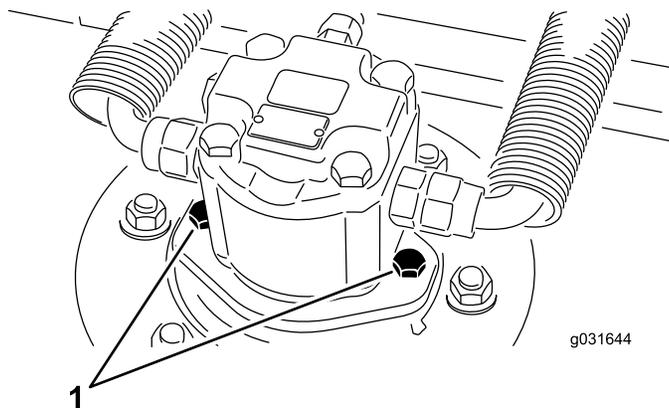

図 67
2. 油圧モータ取り付けねじを外して、デッキから油圧モータを外す **図 67**。
4. 油圧モータ取り付けねじで、デッキに油圧モータを取り付ける **図 67**。